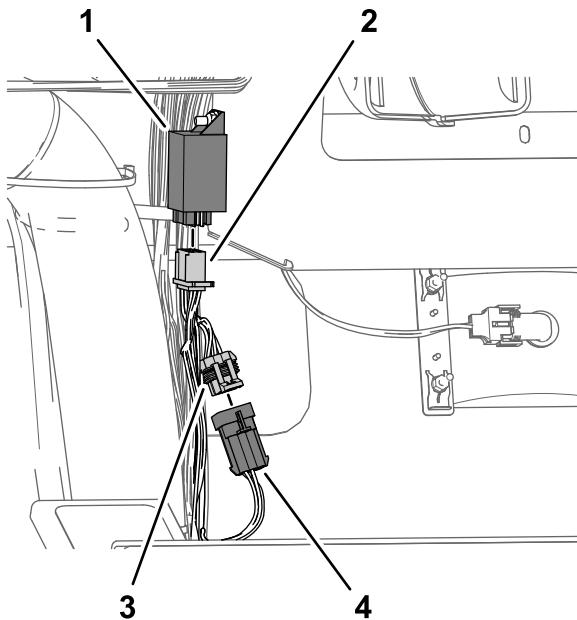

Figure 22
3. Centrale clignotante (CE)
5. Branchez le connecteur à 6 douilles du faisceau du kit à la centrale clignotante CE Figure 22.
1. Centrale clignotante (CE)
6. Branchez le connecteur à 6 broches du faisceau de la machine au connecteur à 6 broches du faisceau du kit étiqueté TO MAIN HARNESS (Figure 22).